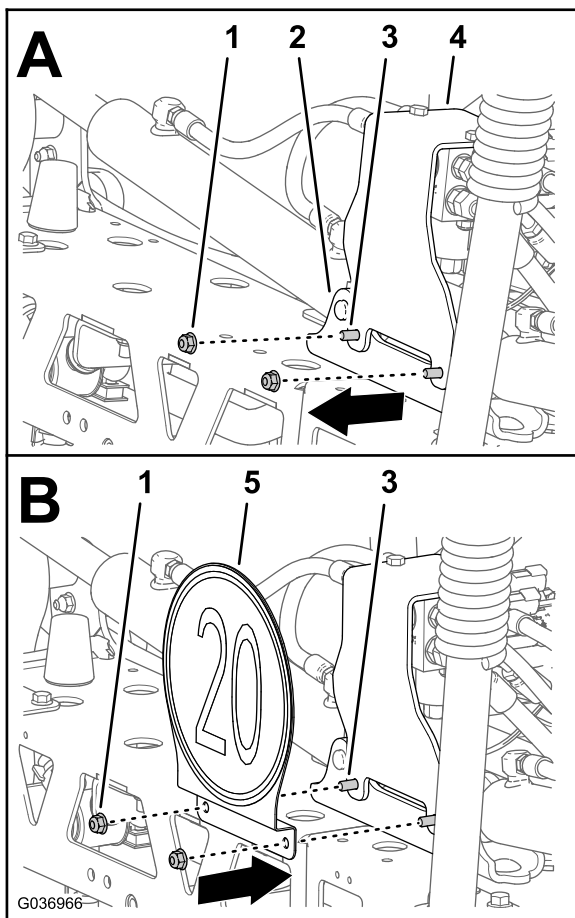

Figura 14
- Retire las 2 contratueras con arandela prensada (5/16") que sujetan el soporte del distribuidor del cilindro de elevación al bastidor de dicho cilindro (Figura 14).